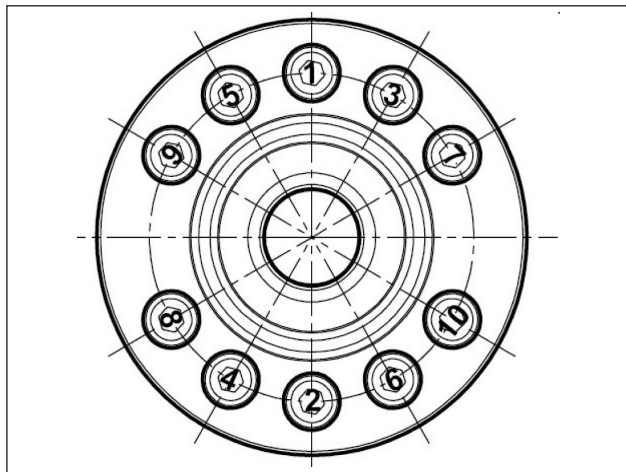

图 50
**** 图表图 50中的支架固定螺钉必须分两个阶段进行固定： 第1阶段 = 按照指出的顺序17牛米； 第2阶段 = 17牛米(重复指出的顺序来检查调节状况)。